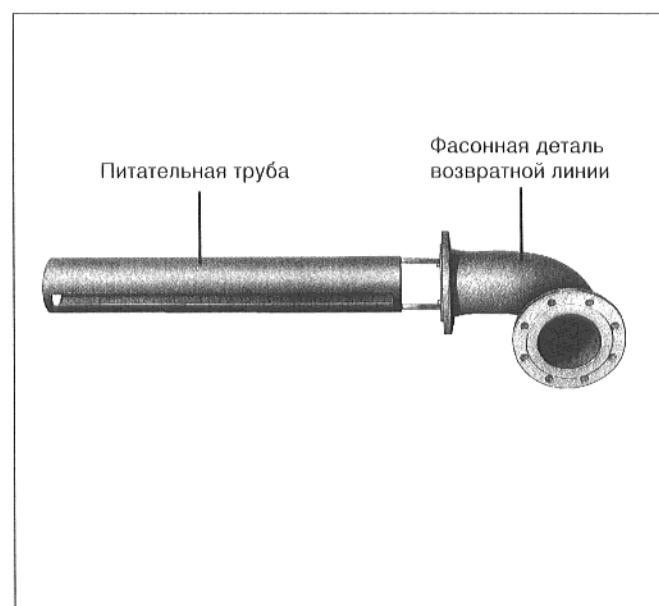

Рис. 23
- Привинтить питающую трубу (только у котлов, кол. элементов которых превышает 14), к фасонной детали возвратной линии (рис. 23).
● Фасонная деталь возвратной линии и выпускное отверстие питающей детали должны всегда находиться в горизонтальном положении (рис. 23). Это необходимо для обеспечения надлежащего распределения возвратного потока воды, что в свою очередь является условием для безупречной работы отопительного котла.